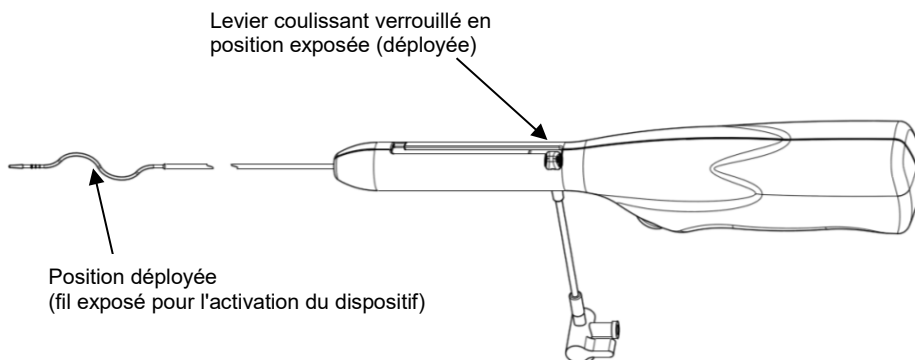

Figure 4
12. Avancer l'extrémité flexible jusqu'à la partie la plus distale du caillot. Exposer le fil sinusoïdal. Pour ce faire, déverrouiller et rétracter complètement le levier coulissant, puis tourner ce dernier jusqu'à entendre un « clic » (voir la Figure 4). Confirmer la position du dispositif dans le site de traitement par radioscopie. Appuyer sur l'interrupteur MARCHE/ARRÊT pour activer la rotation.
**Avertissement : ne pas avancer l'extrémité flexible au-delà de l'anastomose.** Dans une fistule, avancer l'extrémité flexible jusqu'à la partie la plus centrale du caillot. Exposer le fil sinusoïdal. Pour ce faire, déverrouiller et rétracter complètement le levier coulissant, puis tourner ce dernier jusqu'à entendre un « clic » (voir la Figure 4). Confirmer la position du dispositif dans la fistule ou la greffe par radioscopie. Appuyer sur l'interrupteur MARCHE/ARRÊT pour activer la rotation.